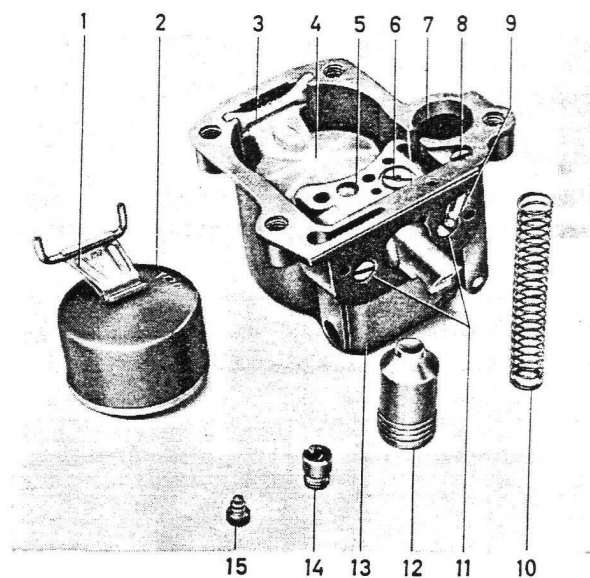

Bild 1-76. Einzelteile des Schwimmergehäuses (Zenith)
- Die vier Befestigungsschrauben zum Schwimmergehäuse entfernen und dieses abnehmen. Siehe Bild 1-76.
- Beschleunigungsdüse (9, Bild 1-76) entfernen, ebenso Auslassventil und Anschlagsschraube, den Kolben mit Feder und das Einlassventil unter dem Pumpenkolben.
- Schwimmer und Schwimmerarm mit ihrer Bezeichnung "TOP" nach oben wenden, siehe Bild 1-76.